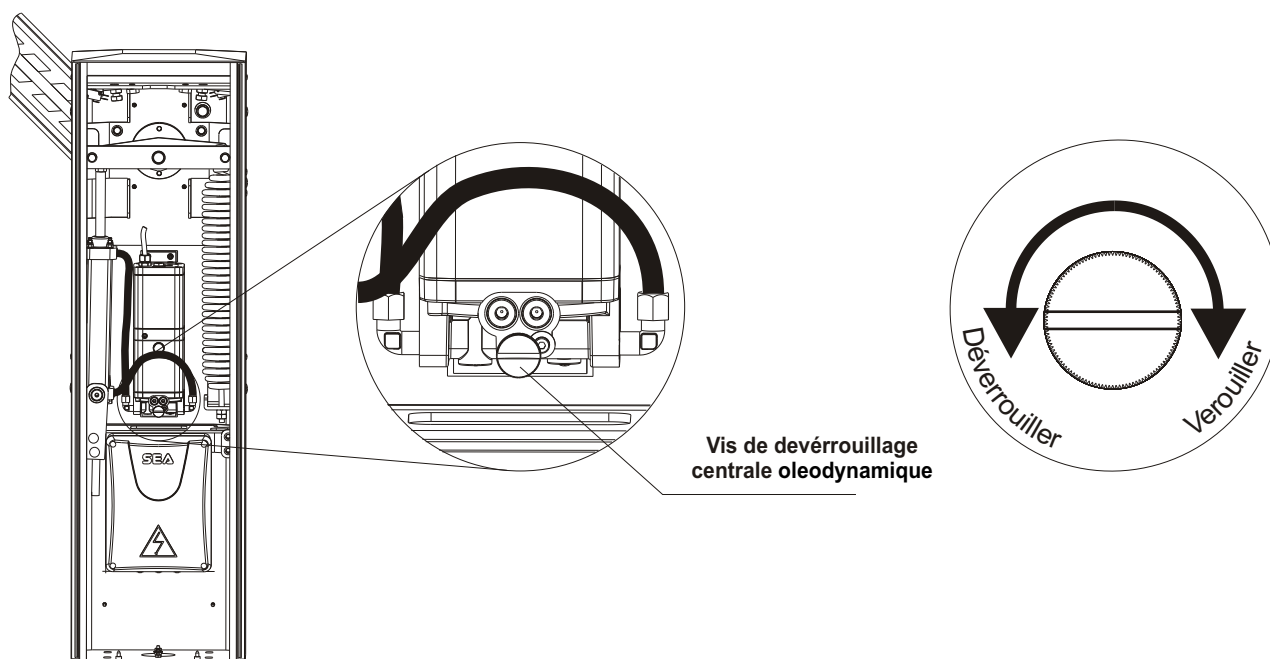

Fig.14
N.B.: Avant d'effectuer cette opération il faut débloquer le motoréducteur comme en Fig.14.